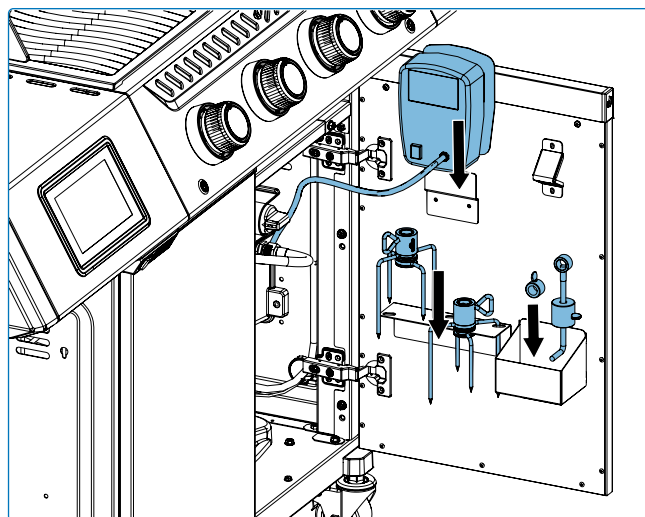

Fig. 9
- Utilice los compartimentos de almacenamiento de sondas en el estante lateral al preparar la cocción. Desenchufe las sondas y llévelas al interior cuando no las use para protegerlas de los elementos (**Fig. 9**).